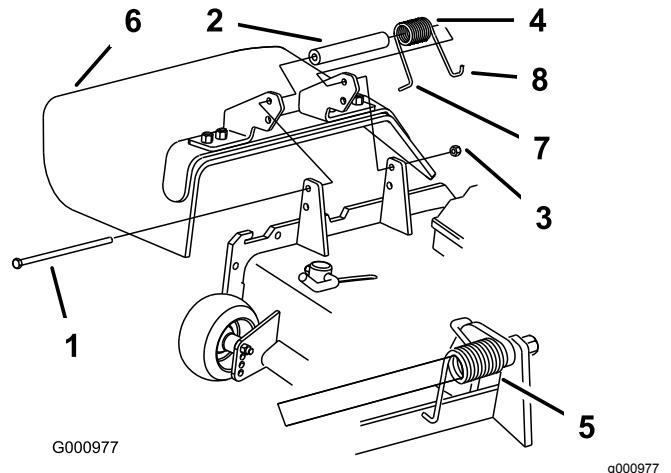

Bild 35
1. Entfernen Sie die Sicherungsmutter, Schraube, Feder und das Distanzstück, mit denen das Ablenkblech an den Drehhalterungen befestigt ist (Bild 35). Entfernen Sie defekte oder abgenutzte Ablenkbleche.
Hinweis: Stellen Sie sicher, dass sich das L-Ende der Feder hinter der Mähwerkskante befindet, bevor Sie die Schraube einsetzen, wie in Bild 35 dargestellt.
3. Setzen Sie die Schraube und Mutter ein. Führen Sie das J-förmige Hakenende der Feder um das Ablenkblech (Bild 35).